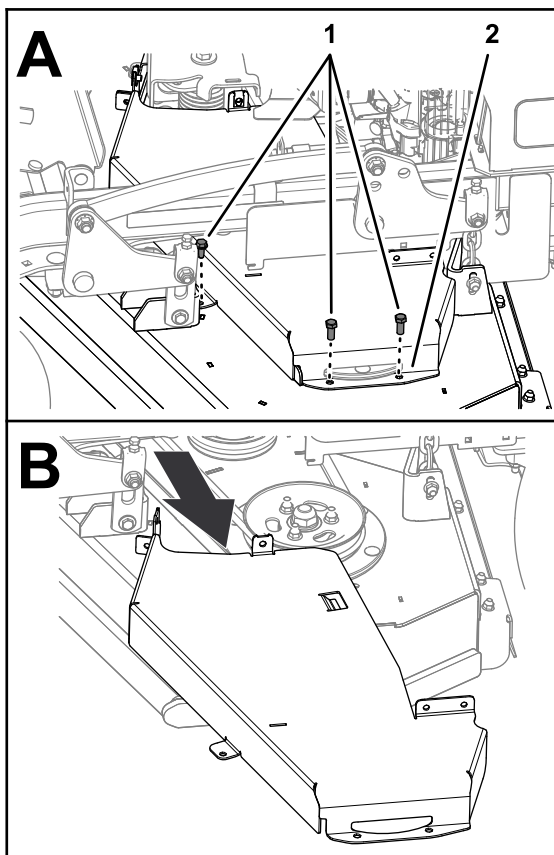

Figure 37
4. Retirez les 2 boulons qui fixent le protège-courroie gauche au plateau de coupe, et déposez le protège-courroie (Figure 37).